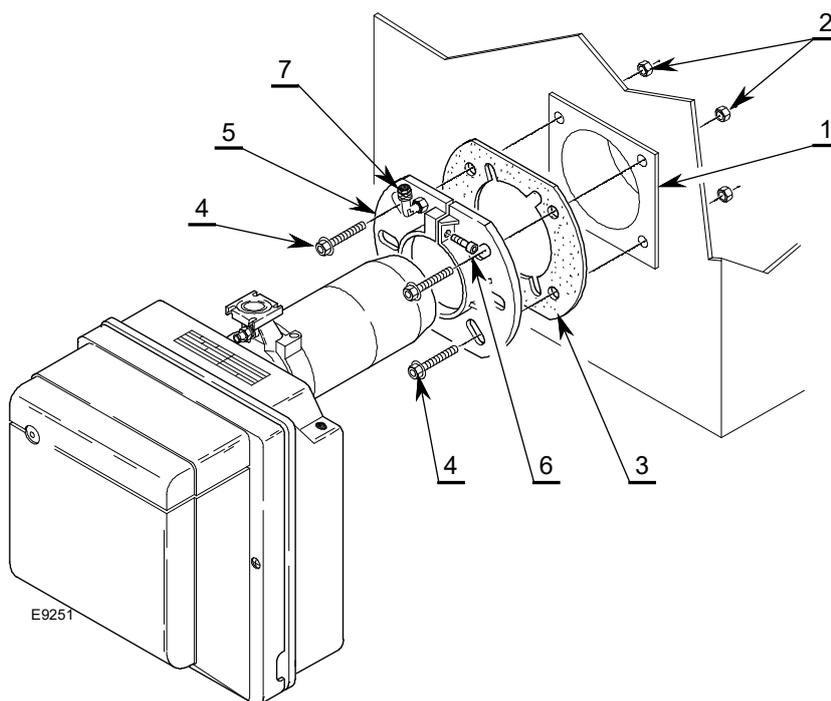

Abb. 10
- Die mit dem Brenner mitgelieferte Druckentnahmestelle 7) an den Flansch 5) (Abb. 10) montieren.
- Mit den Schrauben 4) und (falls erforderlich) den Muttern 2) den Flansch 5) an der Kesseltür 1) (Abb. 10) mit der Isolierdichtung 3) montieren, aber eine der beiden oberen Schrauben 4) lockern.